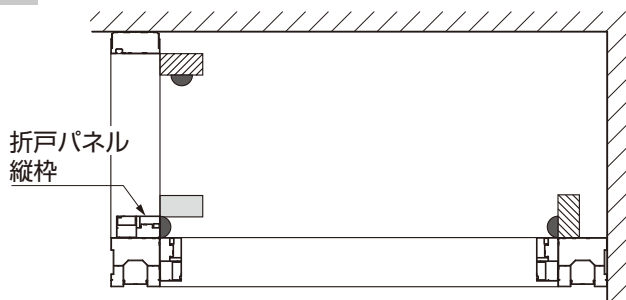
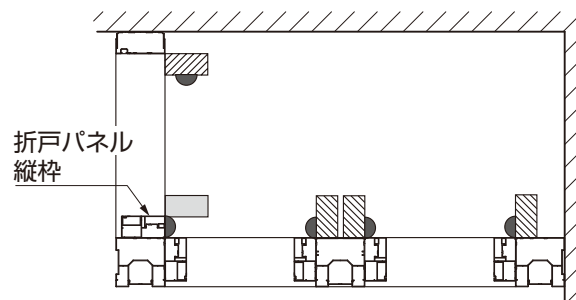

図3-3 1.5間～3.0間 基本タイプ
図3-4 2.5間以上 腰壁タイプ
①タイプにより戸当り枠、吊元枠の取付場所が異なります。図3-3、図3-4で確認してください。